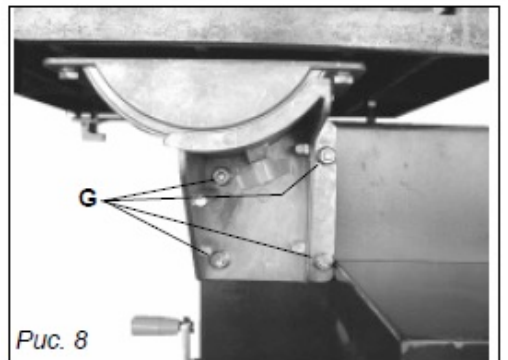

Рис. 8
Для центрирования стола по пильному полотну ослабить четыре гайки М8 (G), рис. 8, крепящие нижнюю качающуюся опору к раме станка.